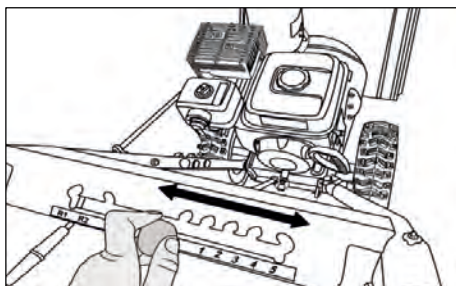

Рис. 43
1. Включите необходимую скорость, для этого используйте специальный рычаг, расположенный на панели управления. (Скорости, обозначенные буквой R – назад) (рис. 43).